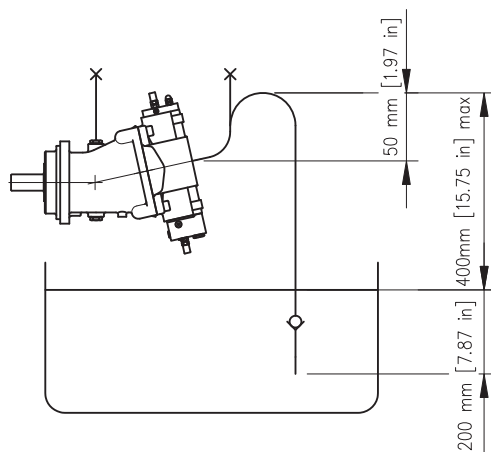

Figura 3 - Installazione H1V / Figure 3 - H1V installation
**Note particolari pompe H1V montate sopra il serbatoio:** Per le pompe a cilindrata variabile della serie H1V l'unica direzione di installazione ammessa è quella orizzontale con la bocca di alimentazione rivolta verso l'alto. Il tubo di aspirazione deve compiere un curva verso l'alto ad una quota superiore rispetto a quella della pompa per impedire lo svuotamento della carcassa durante i tempi di fermo macchina (Figura 3) ed avere una valvola antisvuotamento. Rispettare le quote massime riportate in figura 3. Attenzione: La pompa non può mai funzionare a cilindrata nulla ma deve essere obbligatoriamente imposta una cilindrata minima pari al 5% della cilindrata massima.